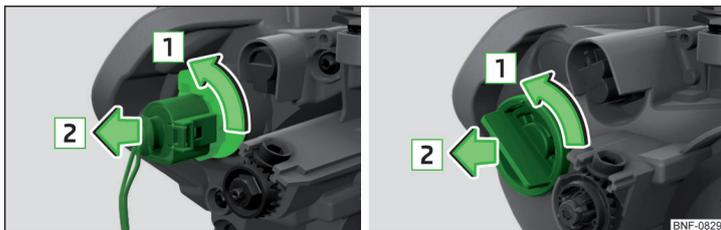

Fig. 175 Cambiar la bombilla para luz intermitente delantera: Variante 1 / Variante 2
- Girar el portalámparas con la bombilla hasta el tope en el sentido de la flecha **1** » fig. 175.